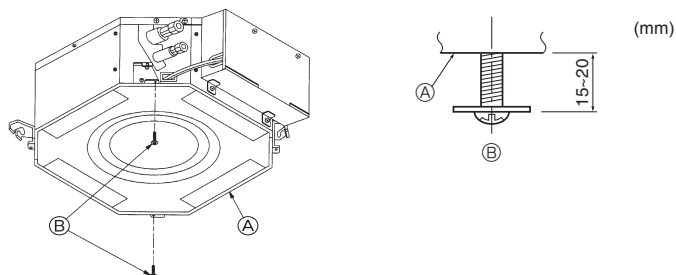

Fig. 8-5
8.3.1. Preparazione (Fig. 8-5)